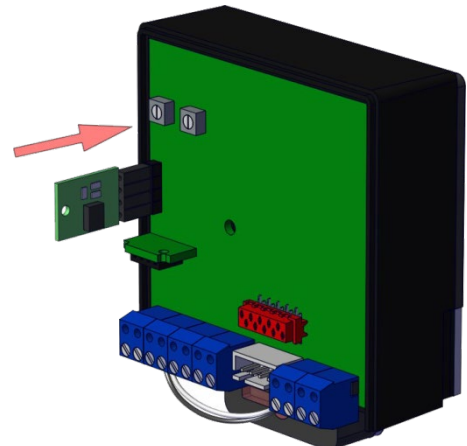

Abb. 13: Steckplatz EEPROM alt
- ▶ Stecken Sie den EEPROM auf den dafür vorgesehenen Steckplatz (Abb.: 13).
- ▶ Drücken Sie den Programmierbutton des angeschlossenen ASI21000 (Abb.: 13). Der Start der Datenübertragung wird durch ein Quittungston bestätigt und alle 3 LED-Piktogramm-Anzeigen blinken.